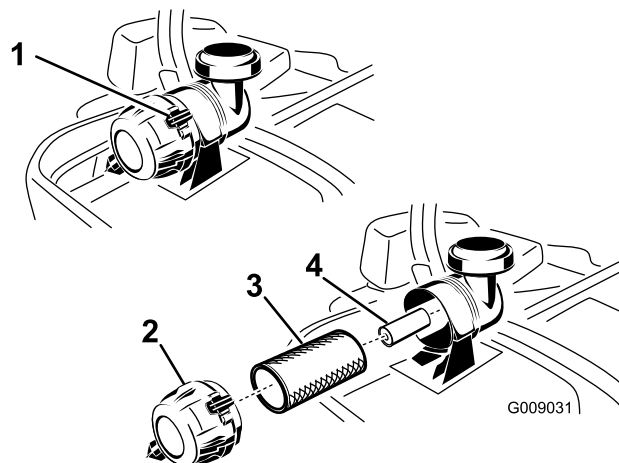

Figure 38
3. Appuyez sur les attaches du filtre à air pour les ouvrir et détachez le couvercle du corps du filtre à air (Figure 38).
5. Sortez le préfiltre du corps du filtre avec précaution (Figure 38). Évitez de cogner l'élément à l'intérieur du corps.
1. Ne nettoyez pas l'élément en papier ; remplacez-le (Figure 38).
2. Si vous remplacez l'élément secondaire, insérez-le avec précaution dans le corps du filtre (Figure 38).
3. Glissez ensuite le préfiltre sur l'élément secondaire avec précaution (Figure 38). Assurez-vous qu'il est bien engagé en appuyant sur le rebord extérieur.
4. Montez le couvercle, reniflard en bas, et tournez-le pour que les attaches verrouillent le couvercle en place (Figure 38).